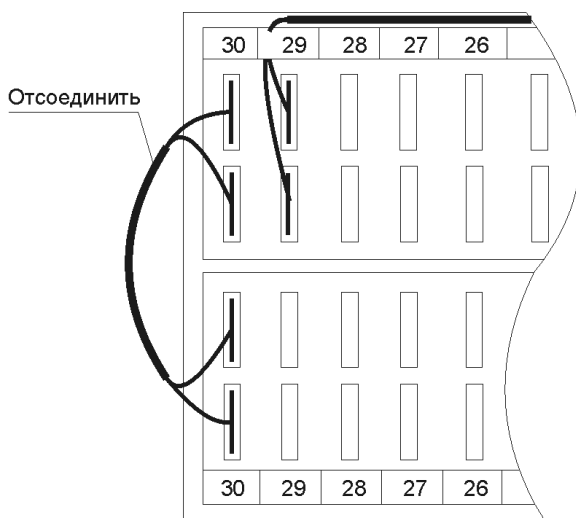

Рисунок 2.1 - Установка модуля
3. Отсоединить кабель, соединяющий 30 место верхнего и 30 место нижнего ряда (рисунок 2.1)